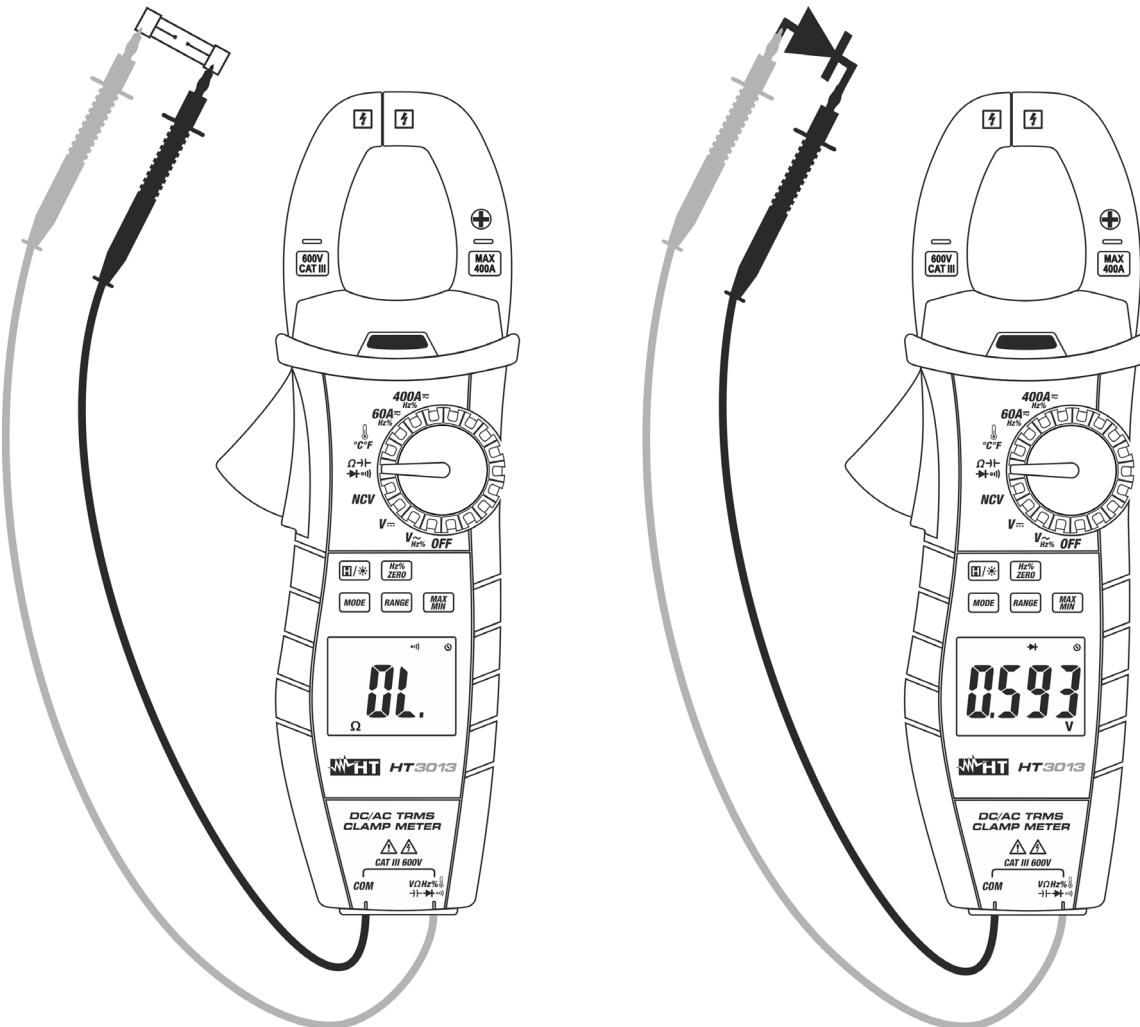

Fig. 8 : Utilisation de l'instrument pour test de Continuité et Test des Diodes
3. Insérer le câble rouge dans l'entrée du jack  $\Omega V \Omega Hz \% \rightarrow \parallel \rightarrow \parallel$  et le câble noir dans l'entrée du jack **COM** et exécuter le test de continuité sur l'objet sous test (voir la Fig. 8 - partie gauche). L'alarme émet un signal sonore si la valeur de résistance mesurée est inférieure à  $150\Omega$  environ.
5. Connecter l'embout rouge à l'anode de la diode et l'embout noir à la cathode en cas de mesure de polarisation directe (voir la Fig. 8 – partie droite). Inverser la position des embouts en cas de mesure de polarisation inverse.